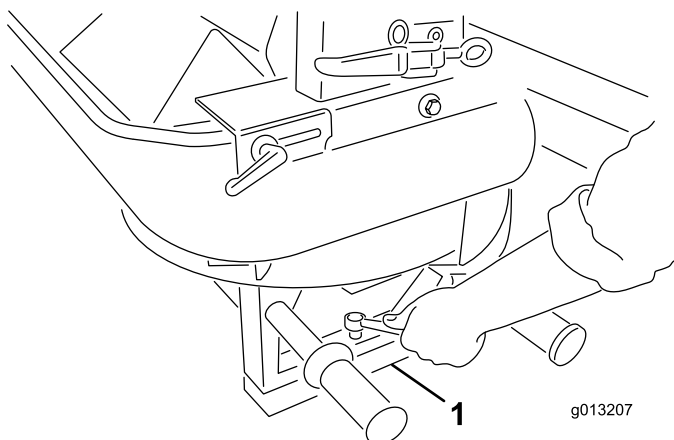

Figura 6
5. Remova os quatro parafusos das pernas do rotor duplo. Com a ajuda de um colega, eleve o rotor duplo e retire os pernos e a espuma da embalagem (Figura 6).